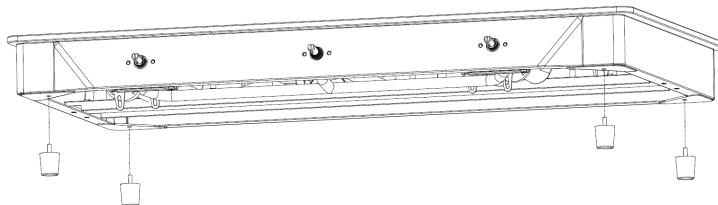

Figure 1
- Après avoir ouvert le carton, fixez les quatre pieds aux quatre plaques d'angle, comme indiqué sur la figure 1.